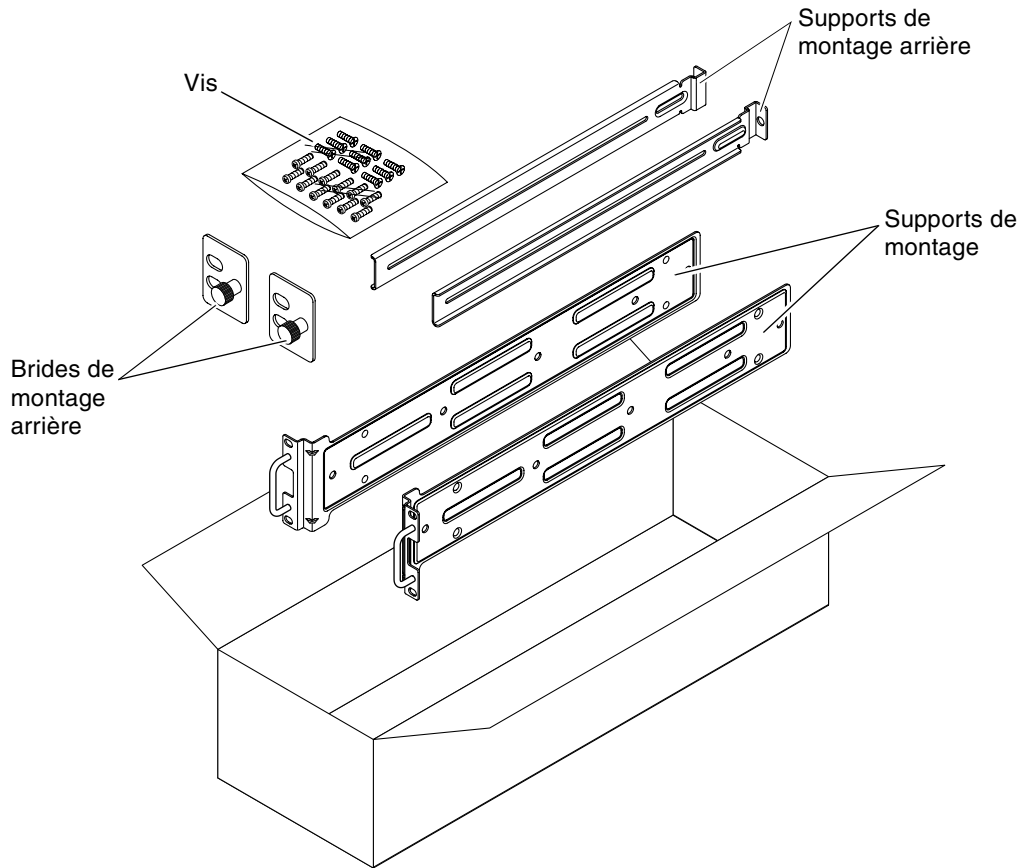

FIGURE 3-1 Contenu du kit de montage en armoire de 19" à quatre colonnes
1. **Prélevez les supports de montage dans le kit (FIGURE 3-1).**
4. Prélevez les deux supports arrière dans le kit (FIGURE 3-1).
8. Prélevez les deux brides de montage arrière dans le kit (FIGURE 3-1).
Vous aurez également besoin des supports de montage fixes contenus dans le kit standard fourni avec le serveur Netra 240 (FIGURE 3-1).
1. **Prélevez les supports de montage et les vis cylindriques à tête plate M5 × 8 mm dans le kit de montage standard (FIGURE 3-1).**